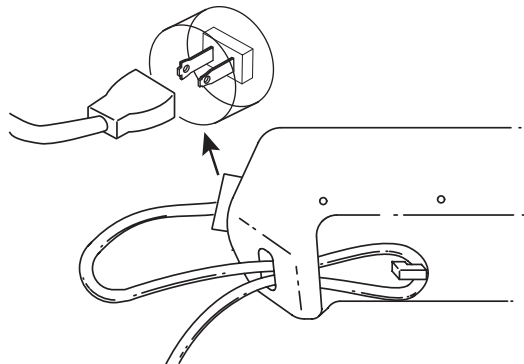

Fig. 9
1. Use el gancho del cable sólo cuando conecte el cable de extensión al cordón de energía para evitar la desconexión (Fig. 9). Use sólo un cable de extensión aprobado para su uso en exteriores según se indica en la sección de *Normas para una operación segura*.
2. Asegure el cable de extensión al bastidor del motor según se indica (Fig. 9).